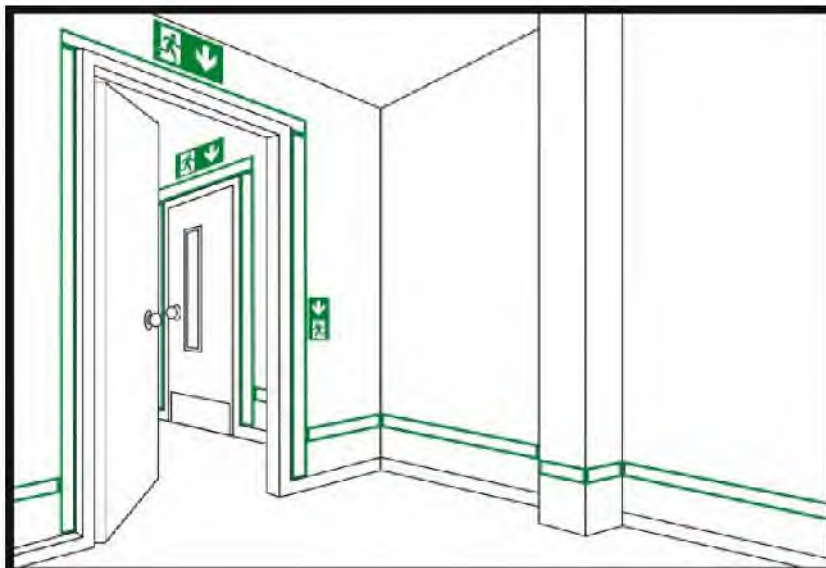

Abb. 1: Anordnung der Fluchtwegkennzeichnung
(2) Der Einsatz von optischen Sicherheitsleitsystemen mit einer beidseitigen Kennzeichnung der Fluchtwege ist immer dann erforderlich, wenn eine Gefährdung durch Verrauchung nicht sicher ausgeschlossen werden kann und die Fluchtwegbreite > 3,60 m beträgt.
(3) Optische Sicherheitsleitsysteme sind entweder lang nachleuchtend, elektrisch oder als Kombination beider Systeme zu betreiben. Sie sind so zu errichten, dass Fluchtwege und Notausgänge sowie Gefahrstellen erkannt werden können.
(4) Innerhalb optischer Sicherheitsleitsysteme muss die Fluchtrichtung mit Hilfe der Sicherheitszeichen „Richtungsangabe“ (E001 bzw. E002) in Verbindung mit „Rettungsweg/Notausgang“ (E009 bzw. E010) gemäß ASR A1.3 „Sicherheits- und Gesundheitsschutzkennzeichnung“ angegeben werden. Die Kennzeichnung der Fluchtrichtung ist im Verlauf des Fluchtweges und bei Richtungsänderungen anzubringen.
(5) Türflügel im Verlauf von Fluchtwegen dürfen wegen der möglichen Irreführung bei geöffneter Tür nicht mit Richtungsangaben versehen werden. In diesem Fall sind die Leitmarkierungen auf dem Fußboden weiter zu führen.
(6) Der Mindestabstand der Sicherheitszeichen voneinander ergibt sich aus der Erkennungsweite (siehe Tabelle 2 ASR A1.3 „Sicherheits- und Gesundheitsschutzkennzeichnung“).
(7) Die Leitmarkierungen an der Wand und auf dem Boden sind so zu platzieren, dass sie die Sicherheitszeichen miteinander verbinden. Die Leitmarkierungen sind durchgehend bis zum nächsten sicheren Bereich anzubringen (siehe Abb. 1).
(8) Leitmarkierungen auf dem Boden werden als durchgehend angesehen, wenn mindestens drei Markierungen pro Meter in regelmäßigen Abständen angebracht sind. Die Markierungen müssen mindestens einen Durchmesser oder eine Kantenlänge von 5 cm haben.
(1) Langnachleuchtende Sicherheitsleitsysteme sind so zu bemessen und einzurichten, dass die Leuchtdichte der nachleuchtenden Materialien, gemessen am Einsatzort, nach 10 min nicht weniger als 80 mcd/m² (Millicandela/m²) und nach 60 min nicht weniger als 12 mcd/m² beträgt.
(2) Die Leitmarkierungen von langnachleuchtenden Sicherheitsleitsystemen müssen eine Mindestbreite von 5 cm haben. Die Mindestbreite der Leitmarkierungen in Form von Streifen von langnachleuchtenden Sicherheitsleitsystemen kann bis auf 2,5 cm verringert werden, wenn die Leuchtdichte nach 10 min nicht weniger als 100 mcd/m² und nach 60 min nicht weniger als 15 mcd/m² beträgt.
(3) Fluchttüren in Fluchtwegen und Notausgängen sind mit langnachleuchtenden Materialien zu umranden (siehe Abb. 1). Der Türgriff ist langnachleuchtend zu gestalten oder der Bereich des Türgriffes ist flächig langnachleuchtend zu hinterlegen. Treppen, Treppenwangen, Handläufe und Rampen im Verlauf von Fluchtwegen sind so zu kennzeichnen, dass der Beginn, der Verlauf und das Ende eindeutig erkennbar sind. Die oben genannten Werte gelten entsprechend. Das gilt auch für Notbetätigungseinrichtungen.